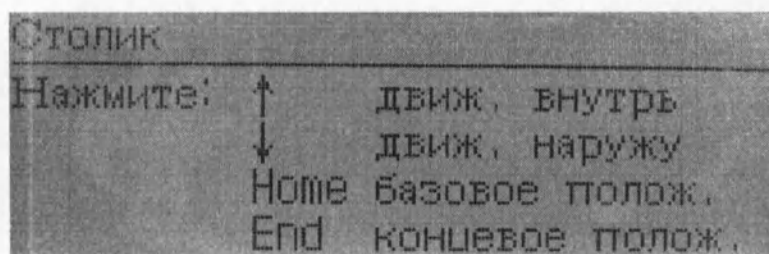

Рис. 12
2. Выберите «Столик» нажмите «START» для отображения «меню позиционирования столика» меню: Рис. 12